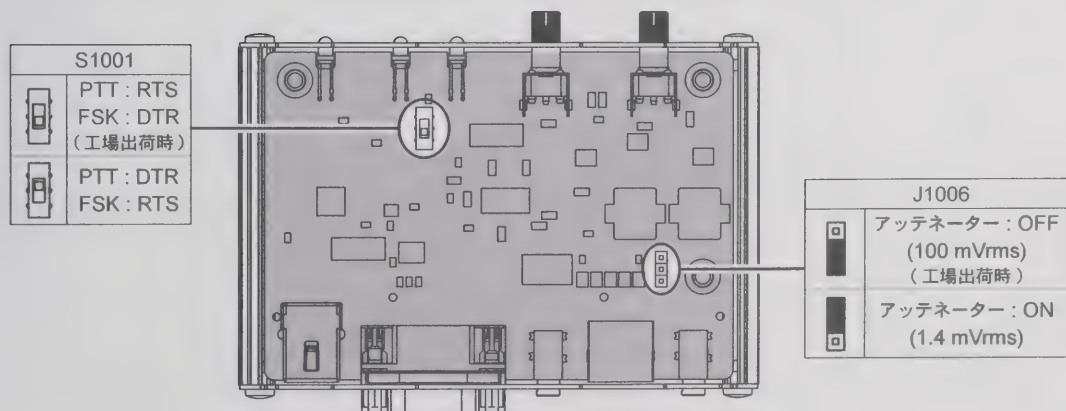

図 2
3. 図 2 を参考に、ジャンパー (J1006) の設定または、スイッチ (S1001) の切り換えを行います。